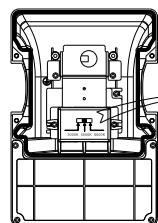

Fig. 6A
7. Select the desired color temperature by using the switch inside the housing (if applicable, Fig. 6A).
7. Choisir la température de couleur en utilisant le commutateur à l'intérieur boîtier (si applicable, Fig. 6A).